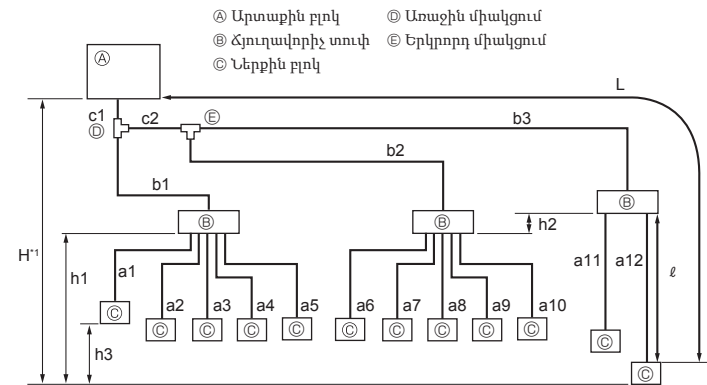

Fig. 4-2
4.1.2. ձյուղավորիչ տուփով միացում (Fig. 4-2)